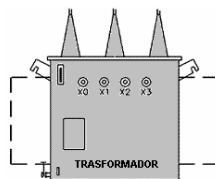

Fig. 1: Transformador
2. Secundário do transformador: a tensão de saída desse transformador secundário (v), fig. 1, para uma Usina configurada em 380 Volts, deve ser de 380 Volts entre fases, com 220 Volts entre qualquer uma das fases e o neutro. No caso de uma configuração de Usina em 440 Volts, a tensão de saída do transformador deve ser de 440 Volts entre fases e 254 Volts entre qualquer uma das fases e o neutro.
2. Secundario del transformador: la tensión de salida de este transformador secundario (v), fig. 1, para una planta configurada en 380 voltios, debe ser de 380 voltios entre fases, con 220 voltios entre cualquiera de las fases y el neutro. En el caso de una configuración de planta en 440 voltios, la tensión de salida del transformador debe ser de 440 voltios entre fases y 254 voltios entre cualquiera de las fases y el neutro.
2. Secondary of the transformer: the output voltage of this secondary transformer (v), fig. 1, for a Plant configured at 380 Volts, should be 380 Volts between phases with 220 Volts between any one of the phases and the neutral. In the case of a Plant configuration in 440 Volts, the output voltage of the transformer should be 440 Volts between phases and 254 Volts between any one of the phases and neutral.
2. Secondaire du transformateur : la tension de sortie de ce transformateur secondaire (v), fig. 1, pour une centrale configurée à 380 Volts, doit être de 380 Volts entre phases, et de 220 Volts entre toute phase et le neutre. Pour une centrale configurée à 440 Volts, la tension de sortie du transformateur doit être de 440 Volts entre phases, et de 254 Volts entre toute phase et le neutre.